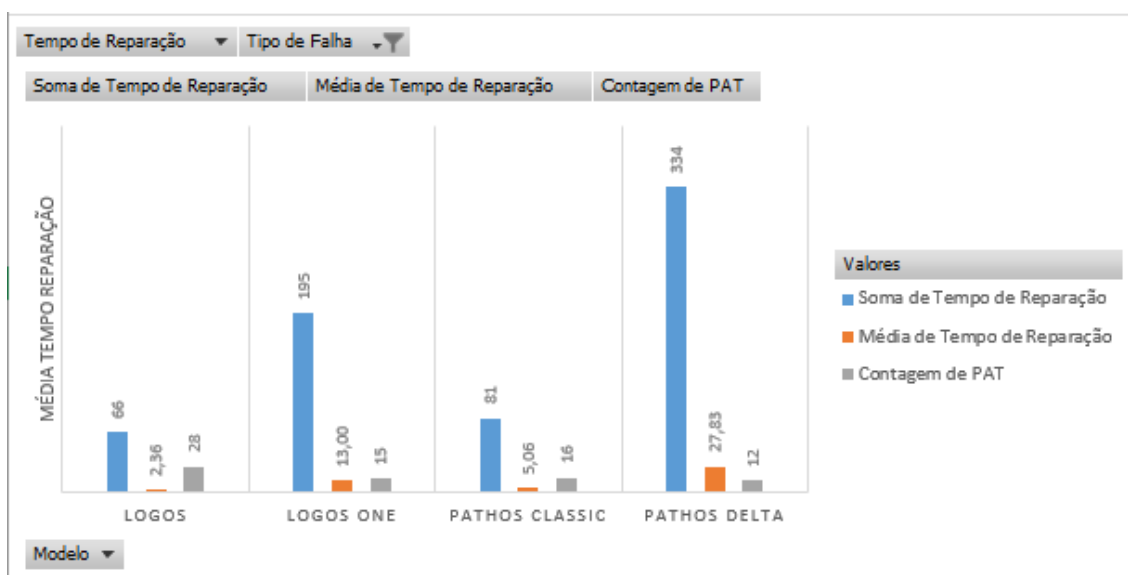

Figura 3.14 – Gráfico que demonstra o tempo médio das intervenções por equipamento e as somas dos tempos
- Média Reparações:** tempo médio que demoram as intervenções nos equipamentos. Neste campo são contabilizadas todas as intervenções solicitadas pelos clientes por avarias. Intervenções solicitadas para instalação de equipamentos ou manutenções preventivas foram excluídas. Na tabela 3.17, a segunda coluna mostra soma dos tempos. Teoricamente este deveria ser o resultado da multiplicação do tempo médio de reparação pelo número de PATs. No entanto, analisando a tabela Base de Dados, pode-se constatar que existiram intervenções em que a média de tempo para a resolução é de 0. Isto acontece, porque o tempo é determinado como a diferença entre a data de início de intervenção e a data de fim de intervenção do PAT. Se a mesma coincidir, o resultado será de 0. Na figura 3.14 pode-se visualizar para todos os equipamentos os tempos médios.